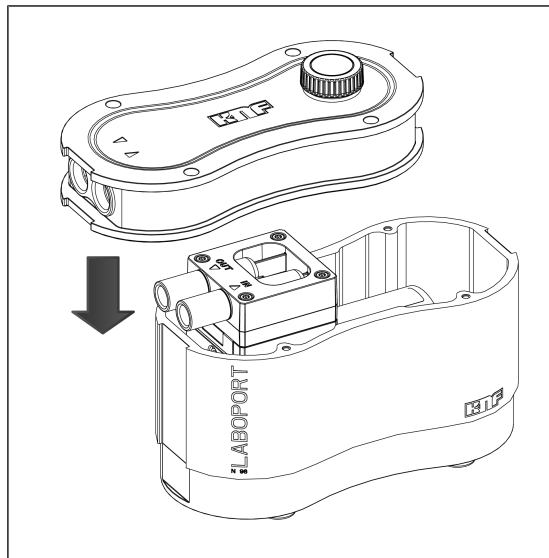

Fig.11: Colocar la tapa de la carcasa
1. Colocar con cuidado la tapa de la carcasa (Fig. 6/2) sobre la carcasa de la bomba (3) (ver Fig. 11).